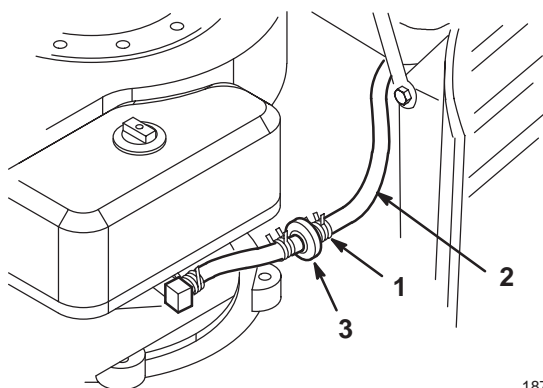

Figure 31
3. Pincez les extrémités du collier de fixation et poussez le collier en haut de la conduite d'alimentation, en direction du réservoir d'essence (Fig. 31).
4. Débranchez la conduite d'alimentation du filtre (Fig. 31) et laissez l'essence s'écouler dans un bidon ou un bac de vidange.
Le meilleur moment pour remplacer le filtre à carburant (Fig. 31) est lorsque le réservoir à carburant est vide. Ne remontez jamais un filtre sale après l'avoir enlevé de la conduite d'alimentation.
4. Pincez les extrémités des colliers et faites glisser ceux-ci pour les éloigner du filtre (Fig. 31).